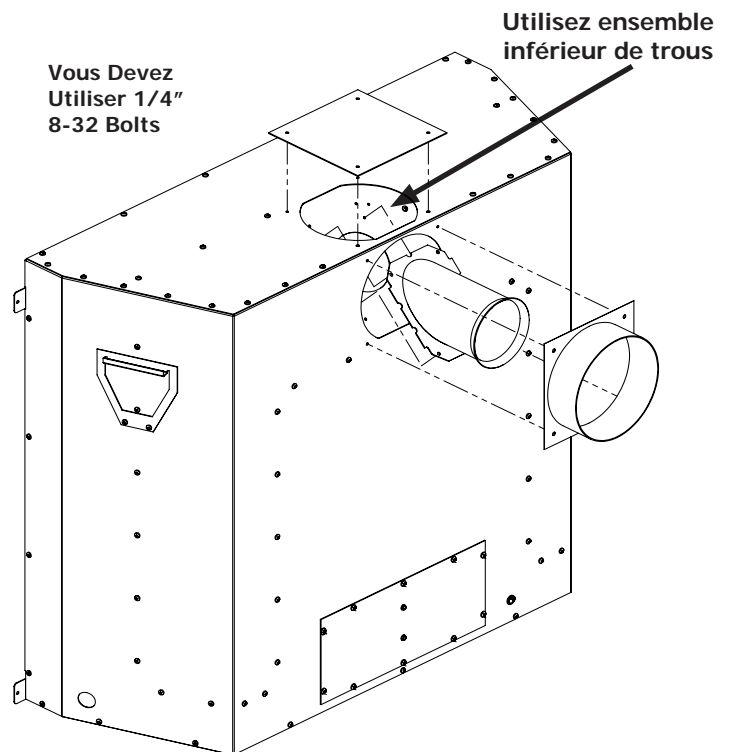

Figure 16. Vent Conversion - Étape 2
Étape 2: Mettez les pièces retirées autour comme le montre la figure 16 et ré-installer tous les 12 vis. Veillez à ne pas endommager les joints - En cas de dommages supprimer complètement le joint et l'utilisation temporaire de silicone haute comme un remplacement.